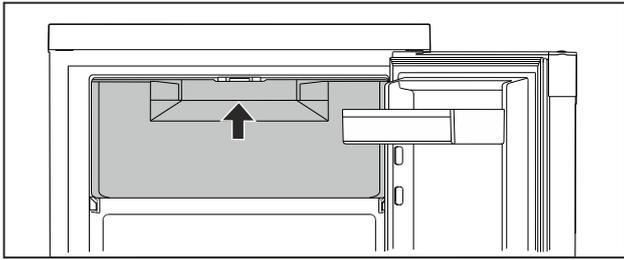

Fig. 43
- ▶ Griffbereich von unten eingreifen. (siehe Fig. 43)
- ▶ Tür schließen und von vorne auf der Griffplatte drücken bis sie einrastet. (siehe Fig. 43)